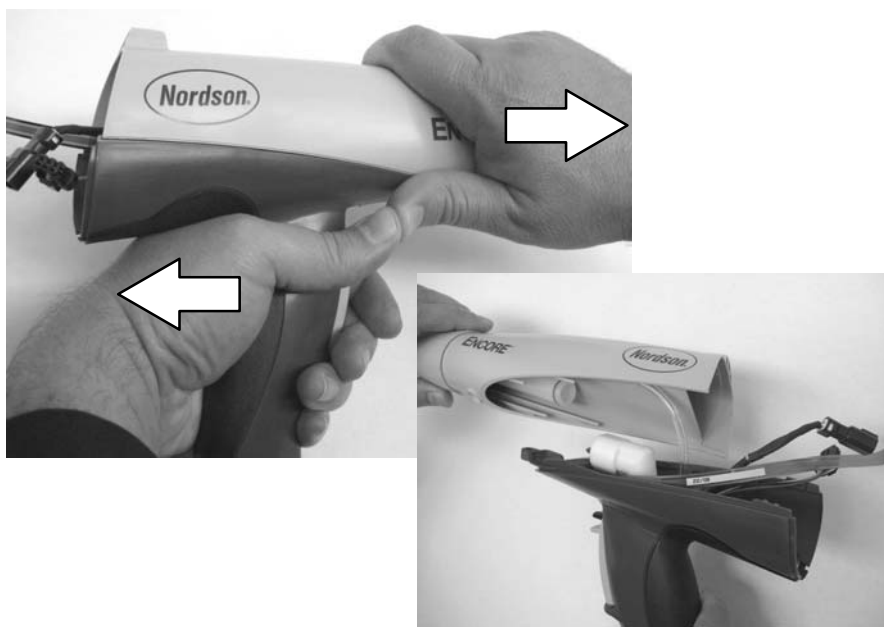

Figura 5-5 Separarea mânerului și a corpului pistolului
6. A se vedea Figura 5-5. Apucați mânerul cu o mână și corpul pistolului cu cealaltă. Apăsați degetul mare al fiecărei mâini în timp ce trageți în direcții opuse pentru a separa corpul pistolului de mâner.